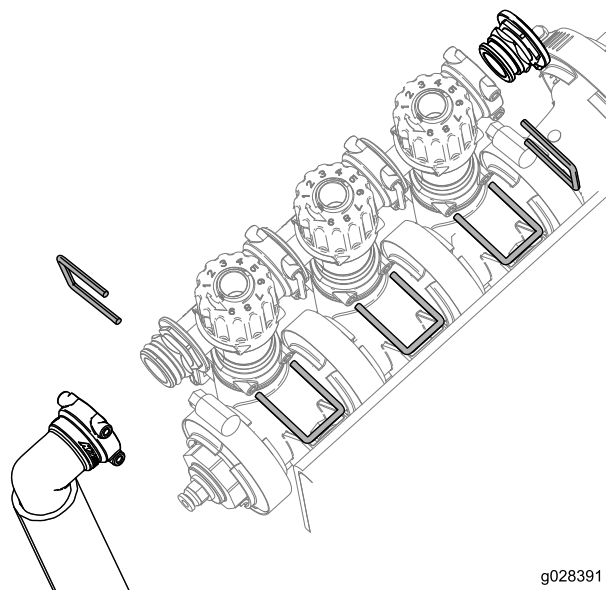

Figure 14
3. Déposez les dispositifs de fixation du bloc de vannes de dérivation de rampe, le bouchon d'extrémité et l'ensemble raccord et flexible, comme montré à la Figure 14.